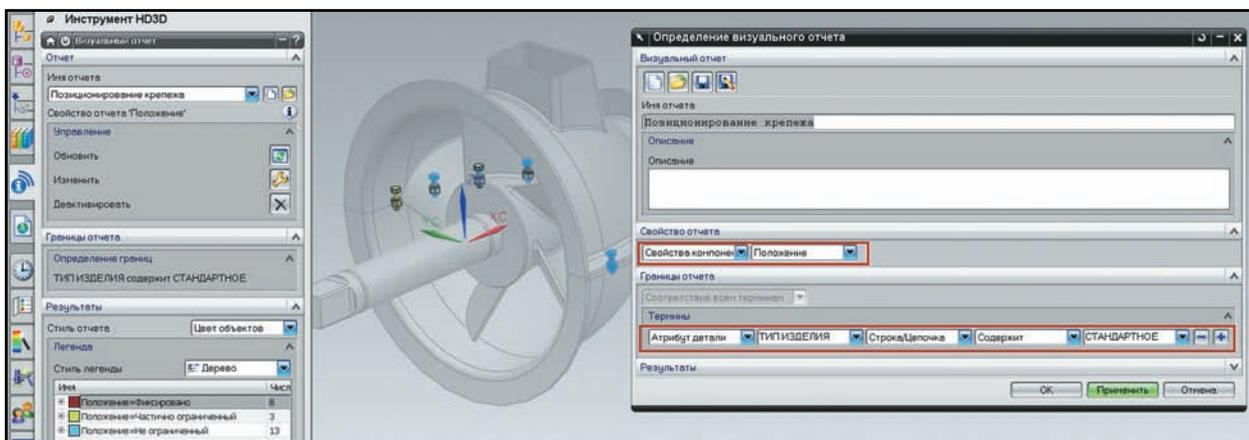

Рисунок 11.12. Отчет по позиционированию группы компонент
- Так как позиционирование является свойством компонента сборки, то в разделе **Свойство отчета (Component Property)** выберите в первом выпадающем списке значение **Свойство компонента (Component Property)**, а во втором выпадающем списке выберите значение **Положение (Position)** (рис. 11.12).